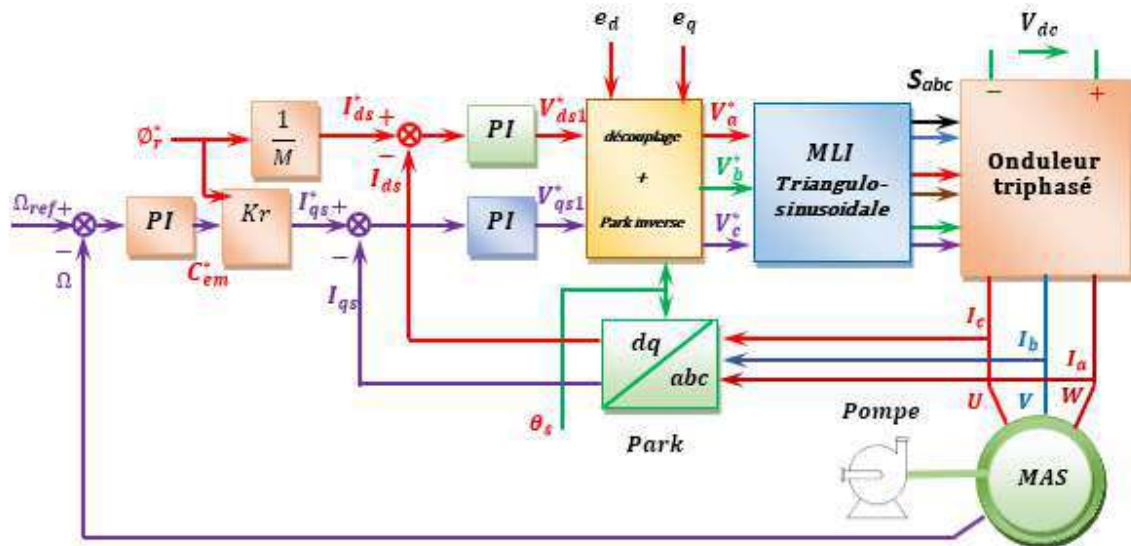

Figure 1 : Commande à flux orienté d'un moteur asynchrone
- 1- D'après le schéma de la **figure 1**, quel est le type de commande vectorielle appliquée ?
- 9- Modifier le schéma de la **figure 1** pour réaliser l'autre type de la commande à flux orienté d'un moteur asynchrone.